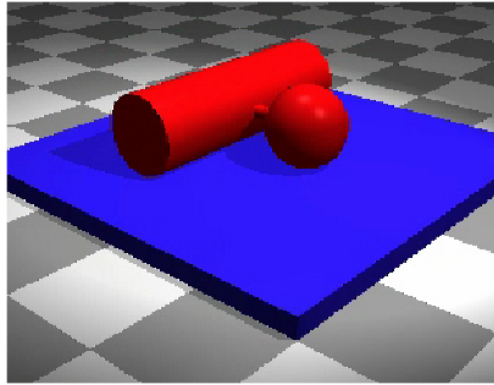

FIGURE 6: Exemple 1
■ **Exemple** Prenons l'exemple de la pièce en Figure 6, la pièce rouge a deux contacts avec la pièce bleu. Ces contacts sont :